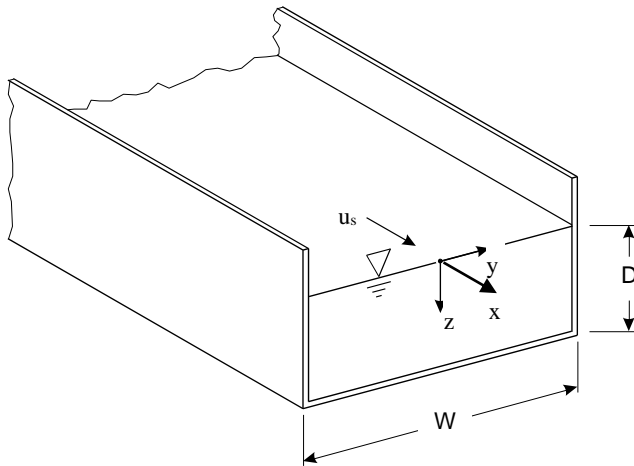

Fig. 4: Canal
6. (10) Água escoa num canal com largura  $W$  e profundidade  $D$  (Fig. 4). A distribuição de velocidade foi dada hipoteticamente com as equações: